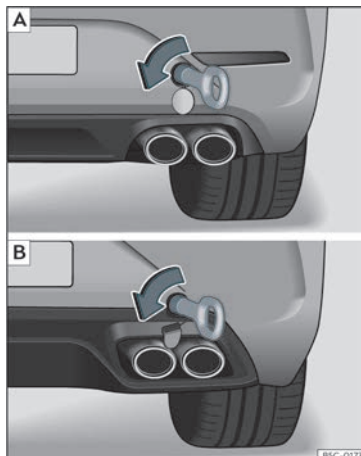

Fig. 50 No lado dereito do parachoques traseiro: argola de remolque roscada. [A] Leon Sportstourer; [B] Leon.
- Enrosque a argola de remolque na cavidade, xirándoa ao máximo **no sentido contrario ao das agullas do reloxo**» **fig. 50** » **!**. Use un obxecto adecuado co que poida enroscar totalmente e con firmeza a argola de remolque na súa cavidade.